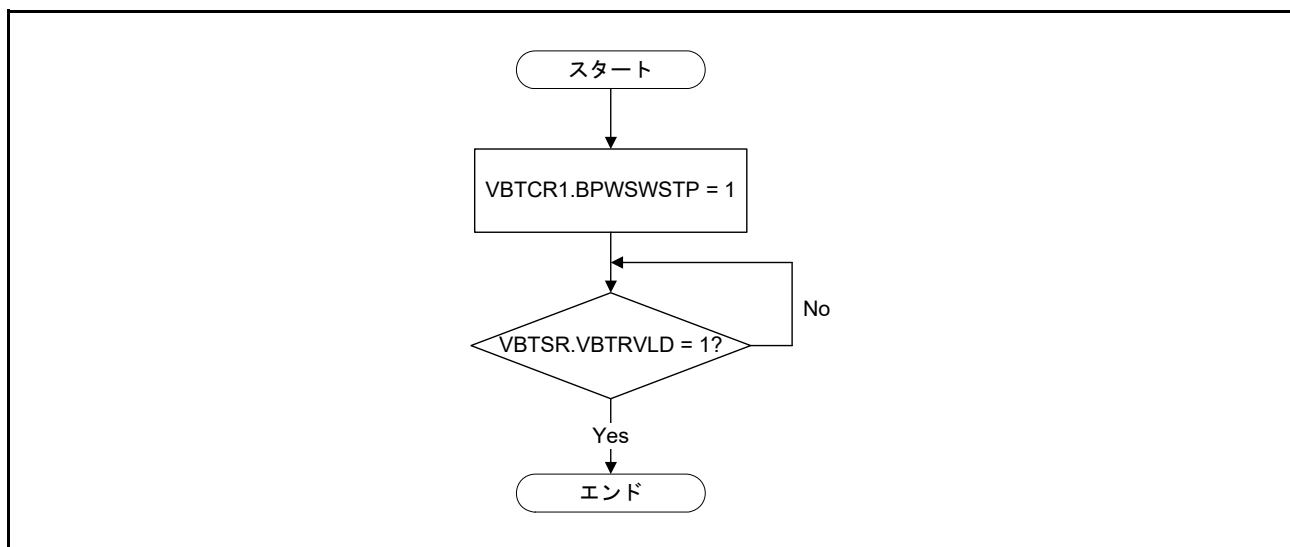

図 12.2 VBTCR1.BPWSWSTP ビットの設定フロー
- 注 . VBATT 機能を使用するか否かにかかわらず、パワーオンリセット後は、VBTCR1.BPWSWSTP ビットを 1 にする必要があります。VBTCR1.BPWSWSTP ビットの設定フローが、図 12.2 に示されています。また、VBATT 機能を使用する際は、他の関連レジスタの設定後に、VBTCR1.BPWSWSTP ビットをクリアする必要があります。
- 注 . 図 12.2 では、VBATSR.VBTRVLD ビットが 1 でない場合、ループを抜け出すために VBATT_POR のリセット時間 $t_{VBATPOR}$ (「48. 電気的特性」を参照) を必要とします。